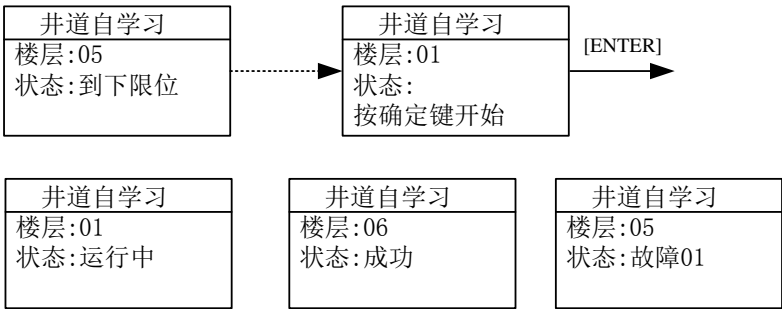

图 7.4 井道自学习操作示意图
4. 通过液晶显示屏进入自学习菜单，按菜单提示操作，如图 7.4 所示；